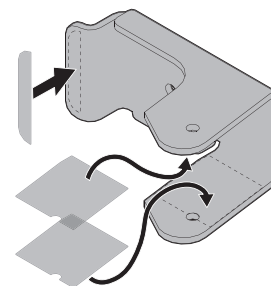

Figura 29
1. Antes del ensamblado, despegue las calcomanías adhesivas de la hoja y aplíquelas a las superficies interiores de los soportes del colgador de pesas del lado derecho e izquierdo, como se muestra en la Figura 29.